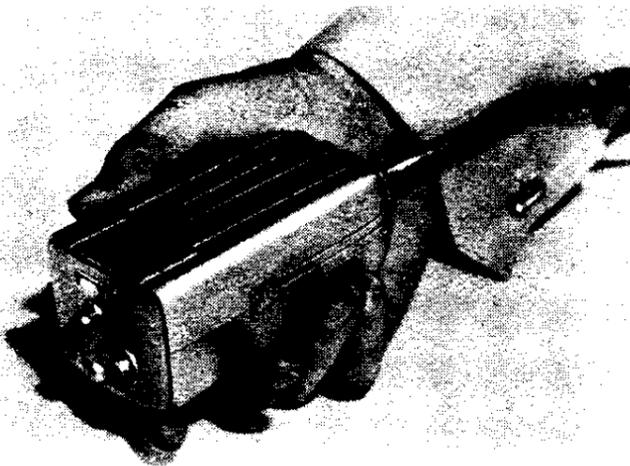

Bild 1. Fernsteuerteil 2007
Jetzt schließen sich auch die Kontakte 3-4. Sie legen an das Gitter der Modulationsröhre EC(L) 80 über C 2/R 8 eine gegenüber der Spannung aus der Quelle b um  $180^\circ$  phasenverschobene 50-Hz-Modulationsspannung. Die Diskriminatorspannung wird davon umgepolt und addiert sich zur Suchlaufspannung, so daß der Suchlauf beschleunigt wird, d. h. der Antrieb wird scharf vom Punkt B in der Nähe des ersten Senders A abgesetzt. Beim Erreichen des nächsten Senders erzeugt dessen Signal eine Diskriminatorspannung, die ebenfalls noch mit  $180^\circ$  Verschiebung wirksam wird. Das ist die Kurve O in Bild 1. Die Spannungen heben sich schließlich auf - das ist bei Punkt C der Fall - und der Antrieb wird gestoppt. Nimmt man jetzt die Hand von der Steuerwippe, so öffnen sich nacheinander die Kontakte 3-4 und 1-2. Der erste dieser beiden genannten Kontakte läßt die Diskriminatorspannung in der ursprünglichen Phasenlage wieder in Funktion treten (Kurve P ist wirksam); sie addiert sich erneut zur Suchlaufspannung und befördert den Antrieb nach Punkt D. Inzwischen öffnet auch Kontakt 1-2, so daß die Suchlaufspannung abgeschaltet ist und die Einsteuerung der Abstimmung auf den Punkt E und damit auf den Träger des nächsten Senders allein von der Diskriminatorspannung P erfolgt.
Im handlichen Fernsteuerteil (Bild 1), dessen Schaltbild ebenfalls auf Seite 997 gezeichnet ist, sind eine zweite Steuerwippe, Tasten für Netz-, Sprach- und Musikscharter sowie ein Hebel für die Fernbedienung des Lautstärkenregler-Motors im Empfänger untergebracht. Ein vorsichtiges Eindrücken des Netzschalterknopfes (nicht bis zum Anschlag) bringt den Empfänger zum Verstummen, solange man den Finger auf dem Knopf hat.